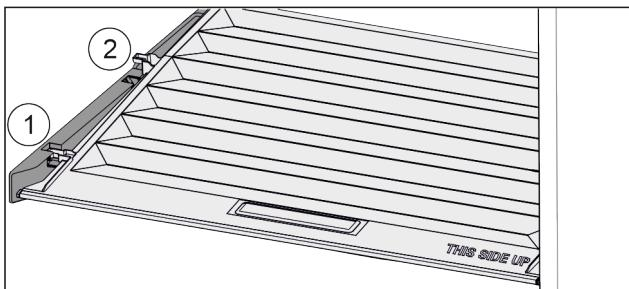

Fig. 71
- Trageți capacul în față Fig. 71 (1) până la orificiul din piesele suportului.
- Ridicați în spate de jos și scoateți Fig. 71 (2) în sus.